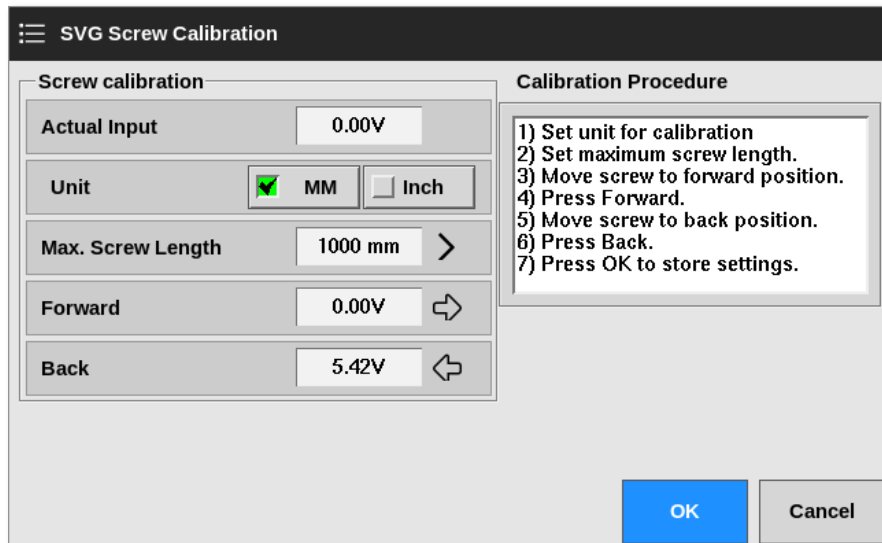

Figure 14-2 Fenster [SVG Screw Calibration] (SVG-Schneckenkalibrierung)
11. Führen Sie die Schritte aus der Anzeige im Fenster [Calibration Procedure] (Kalibrierungsprozedur) durch. Siehe Figure 14-2.